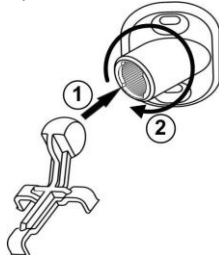

Рис.9 Схема соединения кронштейна и держателя
- Разметьте на стене отверстия для монтажа с учетом положения отверстий в кронштейне (2) (см. рис.9).
- Закрепите на основании извещателя держатель кронштейна (1) с помощью защелок.